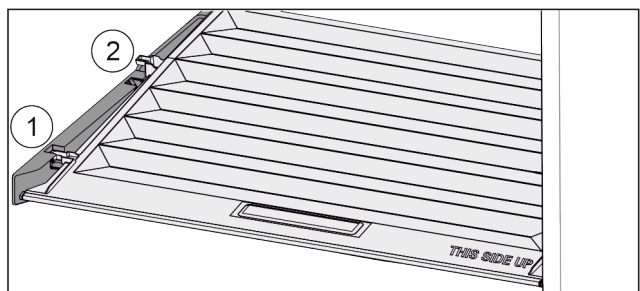

Fig. 107
- Deksel tot de opening in de vasthoud delen naar voren trekken Fig. 107 (1).
- ▶ Aan de achterkant vanaf de onderkant omhoog tillen en vanaf de bovenkant verwijderen Fig. 107 (2).